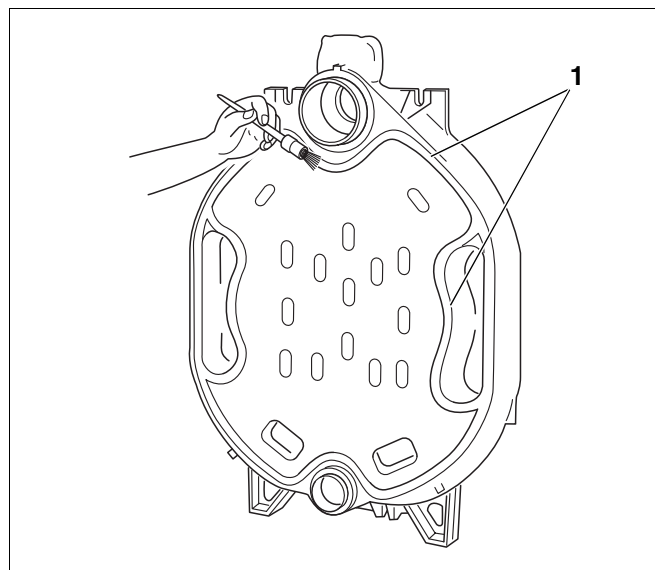

Fig. 10 Smøring av pakningsnotene med heftmiddel
Pakningsnotene (fig. 10, **pos. 1**) må være rene og tørre når pakningssnoren legges i.